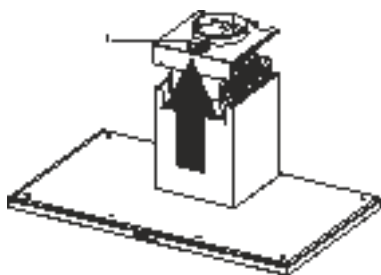

Abbildung 2
Motorbox (1) Pfeilrichtung nach oben ziehen (Bild 2)